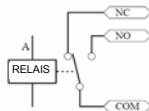

Abbildung 3
3. Elektroschloss-Ausgang (siehe Abbildung 3)